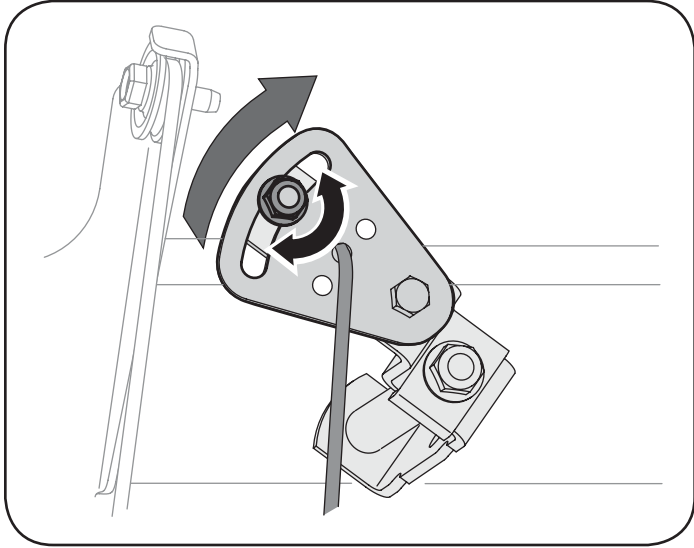

Figure 28
2. Desserrez l'écrou à six pans sur le support indexé du câble de changement de vitesses. Voir la Figure 28.